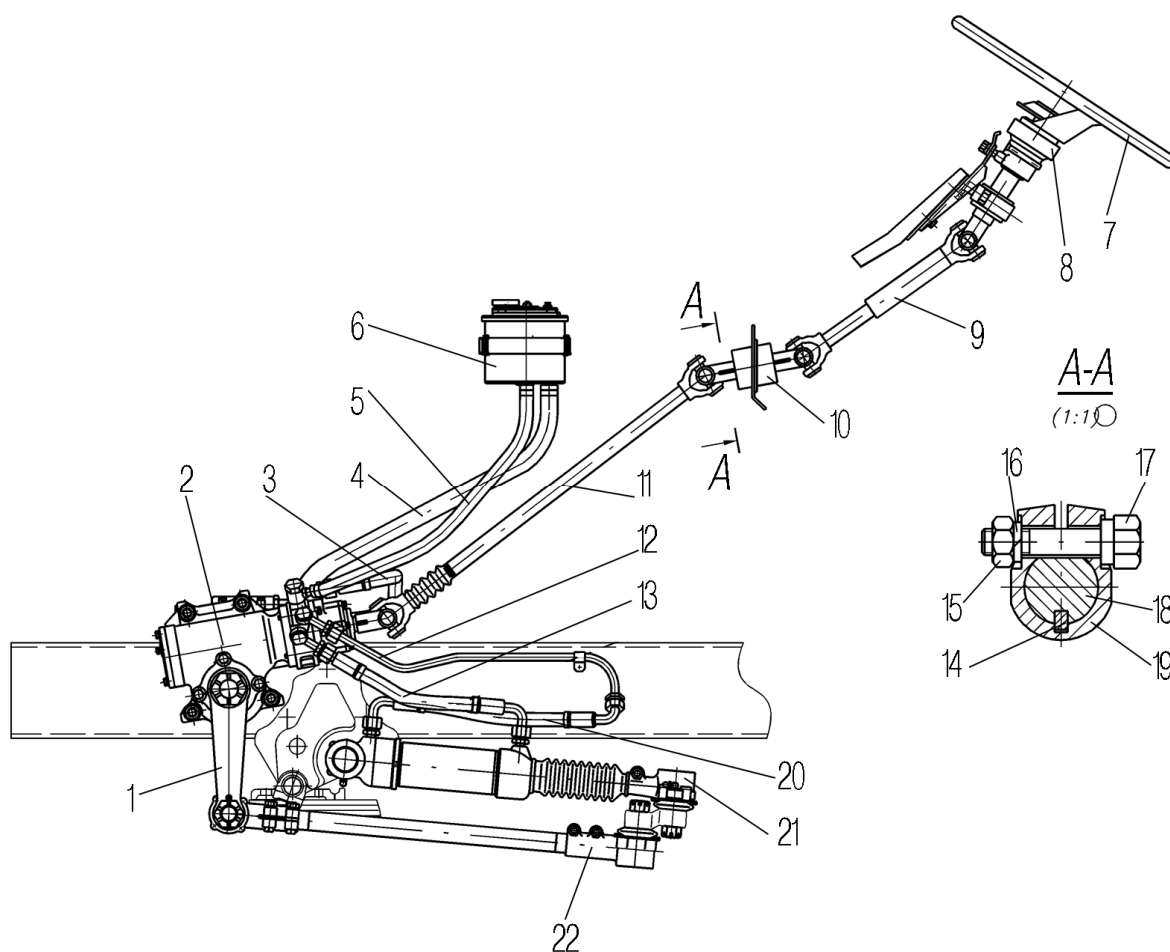
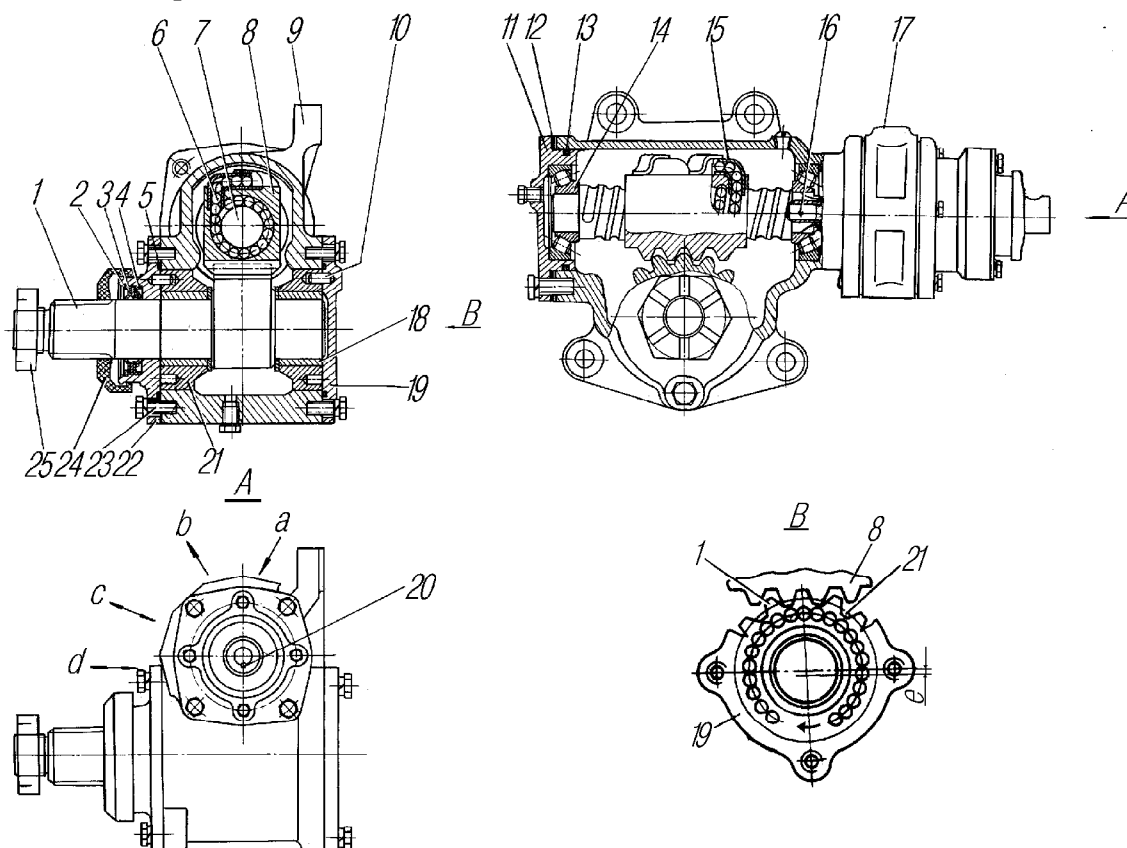
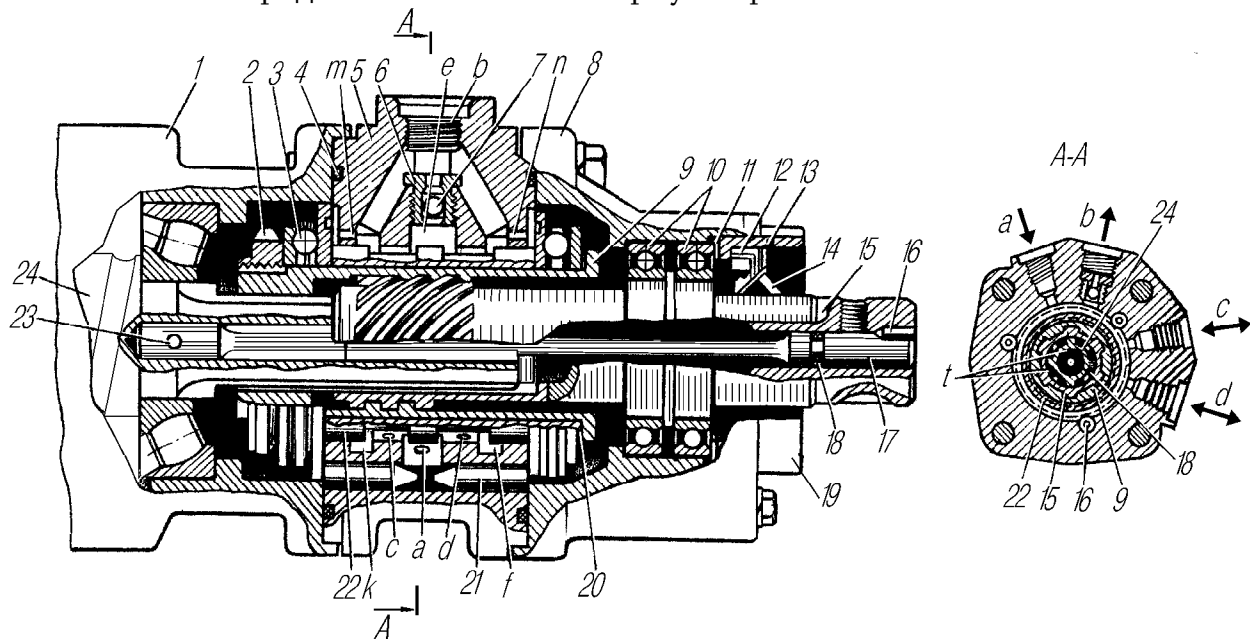

Рис. 50. Рулевое управление с механизмом типа винт— шариковая гайка— рейка— сектор:
Рис. 51. Механизм рулевой (винт- шариковая гайка- рейка- сектор):
Рис. 52. Распределитель гидроусилителя руля:
Рулевая колонка соединяется с рулевым механизмом карданными валами через промежуточную опору 10 (рис. 50). В конструкции промежуточной опоры применены подшипники закрытого типа, не требующие смазки.
Рулевой механизм с распределителем (рис. 51) включает в себя винт 7 и шариковую гайку-рейку 8, находящуюся в зацеплении с сектором 1. Полу-круглые винтовые канавки на винте и гайке-рейке образуют канал, заполненный при сборке механизма шариками 6 высокой точности.
Распределитель (рис. 52) установлен на рулевом механизме.
Рабочая жидкость от насоса поступает к средней канавке «е» (см. рис. 52). Поскольку в этом положении золотника канавки «е», «к» и «ф» соединяются между собой, то масло, заполняя их и реактивные камеры, из распределителя через крайние канавки «к» и «ф» и отверстие «б» сливается в масляный бак. При повороте рулевого колеса, например, вправо, втулка 9 с закрепленным на ней золотником 22 за счет винтового соединения перемещается в осевом направлении влево (в сторону рулевого механизма).
соединении, прекращается доступ рабочей жидкости к кольцевой канавке «f». Жидкость от насоса подается к средней канавке «e», а затем через канал «d» в корпусе и далее по трубопроводу поступает в бесштоковую полость усилительного механизма 21 (см.рис. 50).
Из штоковой полости усилительного механизма жидкость по трубопроводам, через канал «с» (см.рис. 52) распределителя поступает в кольцевую канавку «k» и далее через отверстие «b» сливается в бак.
В рулевом механизме следует регулировать натяг в подшипниках 14 (см.рис. 51) и зазор в зацеплении гайки-рейки 8 с сектором 1.
1. Перед регулировкой натяга в подшипниках 14 закрепить рулевой механизм в тисках за проушины картера, отсоединить карданный шарнир (см.рис. 50). Вращением вала 15 (см.рис. 52) установить гайку-рейку 8 (см.рис. 51) и сектор 1 в одно из крайних положений. Определить момент, необходимый для проворачивания вала 15 (см.рис. 52) из крайнего положения в среднее (вал проворачивать на угол примерно 30°). Если момент меньше 0,9 Н.м (0,1 кгс.м), отрегулировать натяг в подшипниках 14 (см.рис. 51), уменьшив количество прокладок 12. После регулировки момент, необходимый для проворачивания вала 15 (см.рис. 52), должен быть в пределах 0,9-1,5 Н.м (0,1-0,15 кгс.м).
Наличие зазора определять покачиванием сошки в обе стороны (будет слышен легкий стук в зубчатом зацеплении) или поворотом вала 15 влево и вправо до начала закрутки торсиона 17 при зафиксированном секторе. Для регулировки зубчатого зацепления снять сошку, крышки 19 (см.рис. 51) и 22 и повернуть вкладыши 21 с подшипниками 18 по часовой стрелке (если смотреть со стороны вала сектора) на одинаковый угол так, чтобы исключить зазор в зубчатом зацеплении. После поворота вкладышей одно из отверстий во вкладышах должно располагаться в плоскости, проходящей через диаметрально расположенные резьбовые отверстия в картере 9 для крепления крышек 19 и 22. Установку крышек производить таким образом, чтобы фиксаторы 10 вошли в отверстия во вкладышах 21 и располагались друг против друга. При незначительном несовпадении фиксаторов и отверстий повернуть вкладыши в ту или другую сторону до совпадения фиксаторов и отверстий, обратив внимание на отсутствие зазора в зубчатом зацеплении. Крышки 19 и 22 после регулировки могут быть повернуты на 90° , 180° и 270° относительно первоначального положения.
После установки крышек момент, необходимый для проворачивания вала 15 (см.рис. 52) в среднем положении, должен быть в пределах 2,7-4,1 Н.м (0,27-0,41 кгс. м).